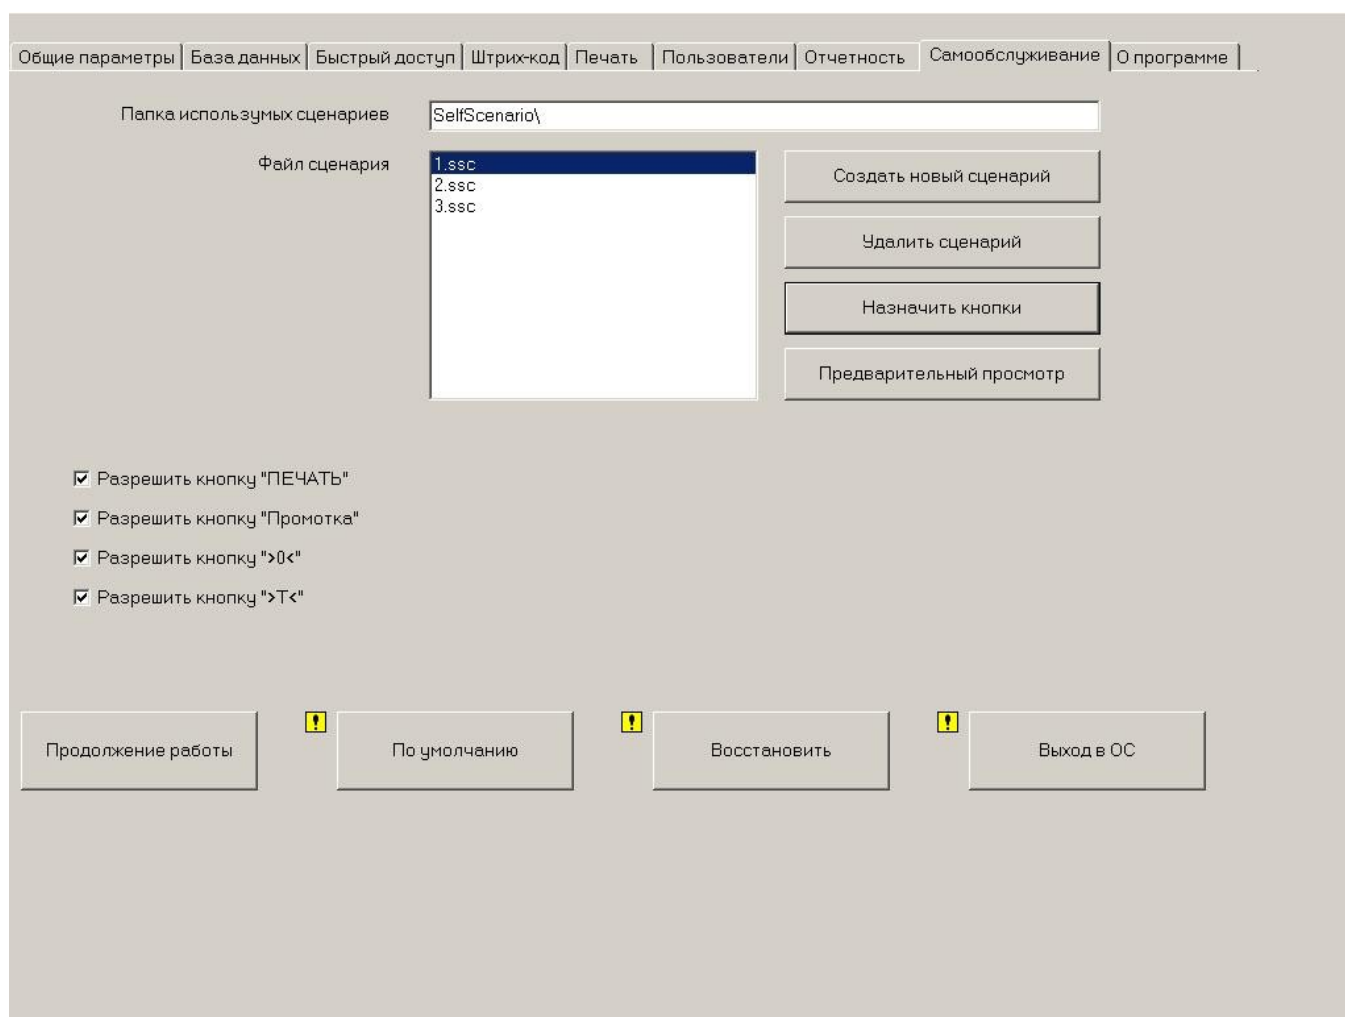

Рисунок 15.
При нажатии на кнопку **Создать новый сценарий** (см. рисунок 15) запускается мастер создания нового сценария.
Кнопка **Отмена** отменяет создание нового сценария и возвращает к предыдущему окну (рисунок 15).
В поле **Имя файла сценария** укажите имя файла сценария без пути и расширения, которое будет отображаться в поле **Файл сценария** (см. рисунок 15).
Выберите в поле **Файл сценария** необходимый файл сценария и нажмите на кнопку **Назначить кнопки** (см. рисунок 15).
- Чтобы вернуться к предыдущему окну (рисунок 15), нажмите на кнопку **Заккрыть**.
На вкладке **Самообслуживание** (см. рисунок 15) создайте сценарий, выполните назначение кнопок и установите все необходимые настройки.